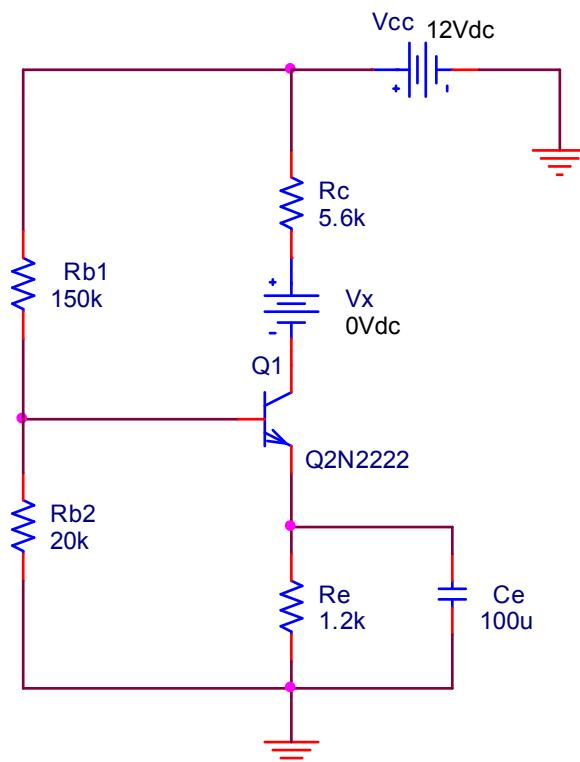

图 2.3
***2. 设计电路：用灵敏度分析设计单管放大电路的静态工作点。初始电路如图 2.3 所示，要求调整适当的元件参数，使晶体管 Q1 的 $I_{CQ} \approx (1 \pm 0.1) \text{ mA}$ (l12_3_1)